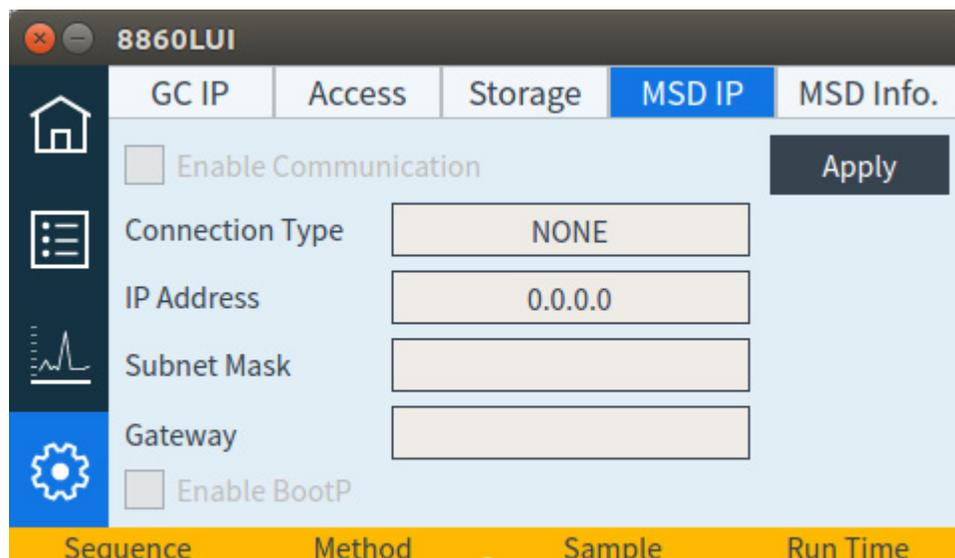

Figure 14. Page des paramètres du détecteur DDM
- 1 Sur l'écran tactile, sélectionnez la page Paramètres, puis l'onglet Config du DDM. Voir **Figure 14**.